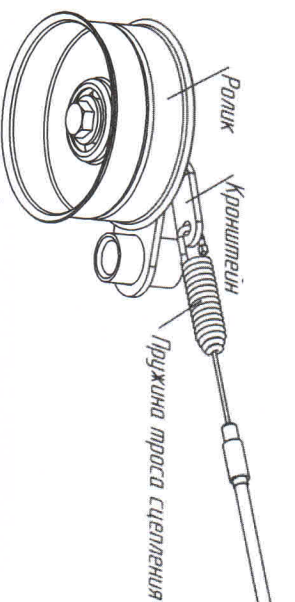

Рис. 7. Схема зацепления троса сцепления с кронштейном (вариант 2)
- зацепите пружину троса сцепления за отверстие на кронштейне, затем заведите оболочку троса с металлическим упором в направляющую и зафиксируйте его в отверстии (рис.7).